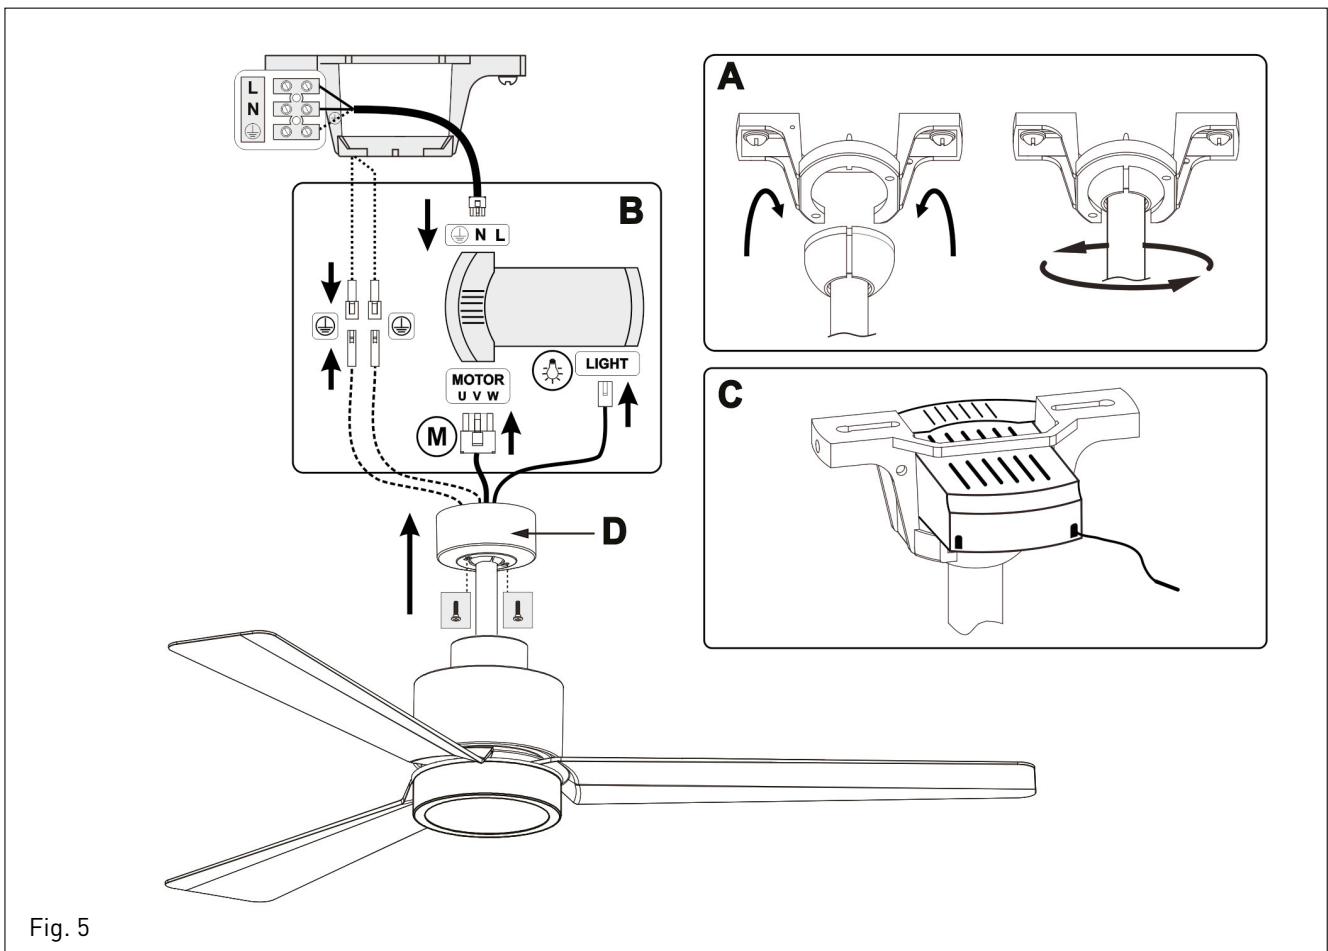

Fig. 5
8. Lorsque l'ensemble du ventilateur de plafond est assemblé, le positionner sur le support (**Fig.5-A**) et le faire pivoter de 180° de manière à ce que la languette d'ancrage soit insérée dans la fente anti-rotation (**Fig.5-A**).
6. CONNEXION ÉLECTRIQUE (FIGURE 5)
1. Raccordez les connecteurs rapides des câbles provenant du moteur à la commande du régulateur. Reliez également le câble de terre (**Fig.5-B**).
2. Placez le régulateur à l'intérieur du support crochet (**Fig.5-C**).
3. Recouvrez l'ensemble à l'aide du cache de décoration supérieur (**Fig.5-D**) et fixez-le au support crochet à l'aide de deux vis.